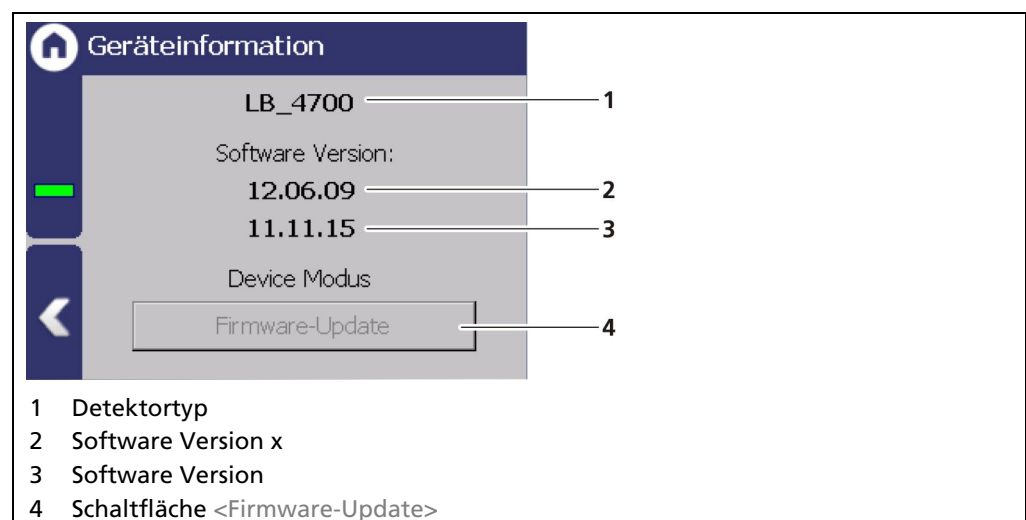

Abb. 68 Geräteinformation
Das Fenster „Geräteinformation“ zeigt Ihnen den Detektortyp (Abb. 68, Pos.1) sowie eine Übersicht über die Softwareversion (Abb. 68, Pos.2, Pos.3) des Detektors.
3. Der USB-Speicher wird nach einigen Sekunden vom System erkannt und die Schaltfläche **< Firmware-Update >** (Abb. 68, Pos.4) kann angeklickt werden.
4. Klicken Sie auf die Schaltfläche **< Firmware-Update >** (Abb. 68, Pos.4).